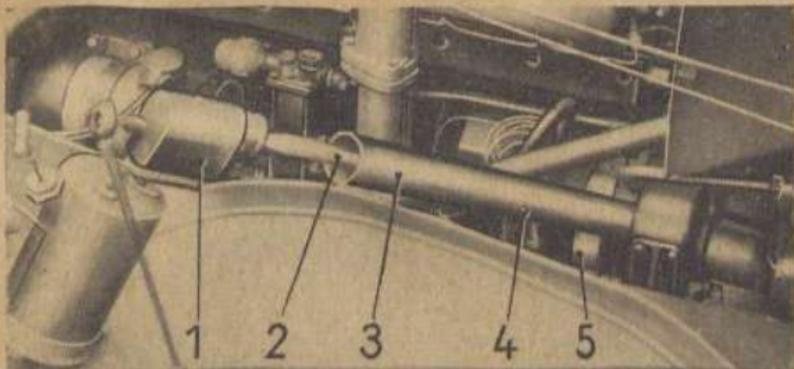

Bild 6. Anwärmen des Anlassers mit Lötlampe
**16. Anlasser: Spurt der elektrische Anlasser nicht ein, wärme ihn mit der Lötlampe und dem Heizrohr an (Bild 6).** — Halte das Heizrohr in die